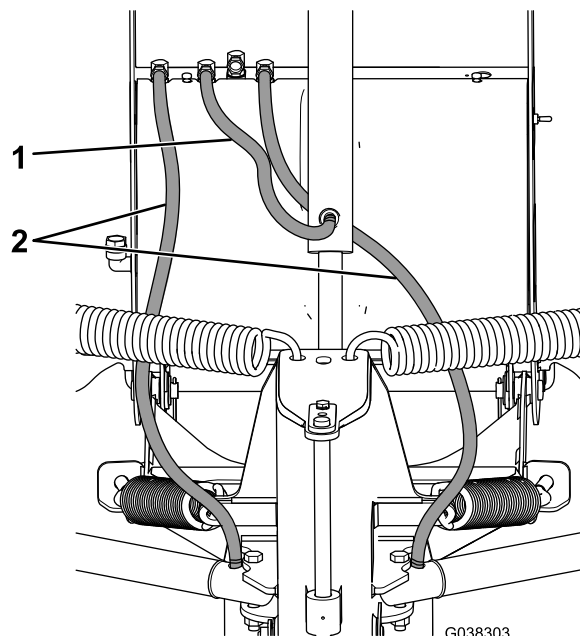

Figure 7
- Montez un raccord pivotant sur le raccord inférieur du vérin de levage (Figure 7).
- Branchez le flexible hydraulique de 45 cm (18 po) sur le raccord central de la tablette hydraulique et sur le raccord inférieur du vérin de levage (Figure 7). Serrez le raccord à la main, puis serrez-le encore de 2 à 3 tours.
- Branchez l'extrémité dotée d'un joint torique du flexible hydraulique de 106 cm (42 po) sur le raccord du vérin d'angle droit et l'autre extrémité sur le raccord de droite de la tablette hydraulique (Figure 7). Serrez le raccord à la main, puis serrez-le encore de 2 à 3 tours.